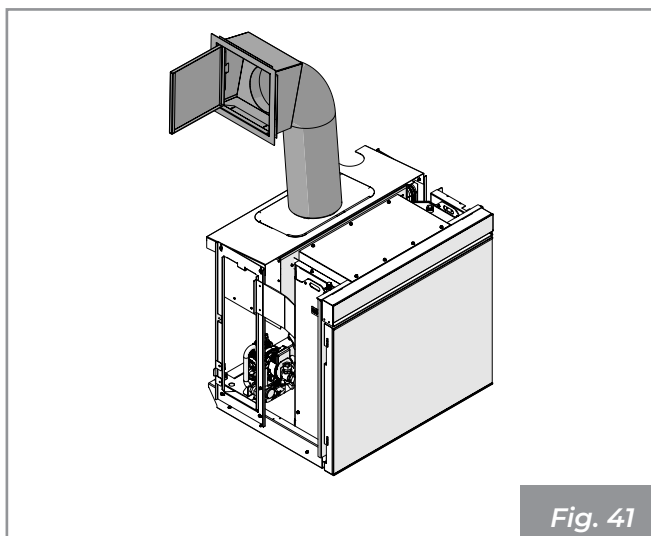

Fig. 41
- Sistema de carga con tubo metálico flexible y puerta de carga (**Fig. 41**).